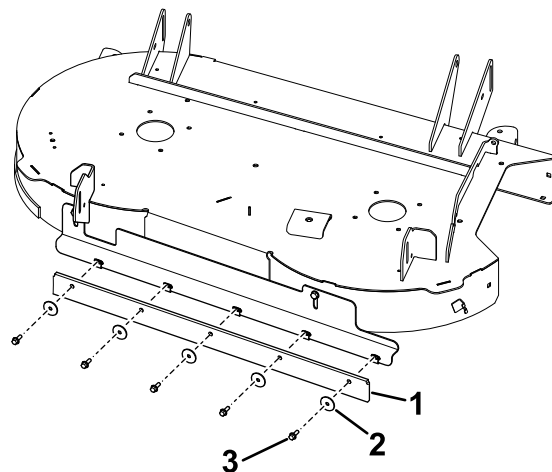

Figura 7
7. Instale la rasqueta en la pletina con 5 pernos ($\frac{1}{4}$ " x $\frac{3}{4}$ ") y 5 arandelas (Figura 7).